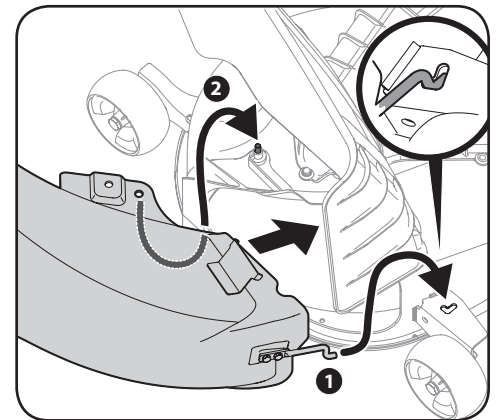

Figure 4-19
4. Insérez l'extrémité du coude de la goulotte de descente de décharge (1) dans l'orifice prévu à cet effet dans la roue du plateau de coupe, comme illustré dans l'encart de la Figure 4-19.
5. Faites pivoter la goulotte de décharge de descente vers l'arrière jusqu'à ce que l'orifice du coude de la goulotte de décharge s'aligne sur l'adaptateur du plateau de coupe. Déplacez le coude de décharge vers le bas sur cette broche, comme illustré au numéro 2 de la Figure 4-19.